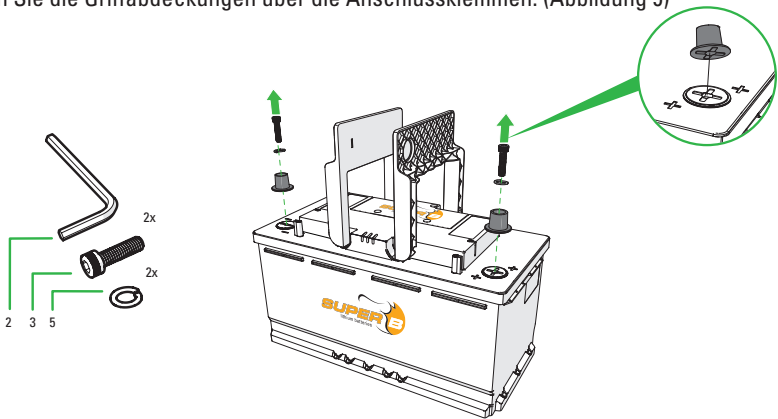

Abbildung 7. Entfernen Sie die Kraftfahrzeug-Leitungsklemmen
1. Entfernen Sie die Kraftfahrzeug-Leitungsklemmen. (Abbildung 7)